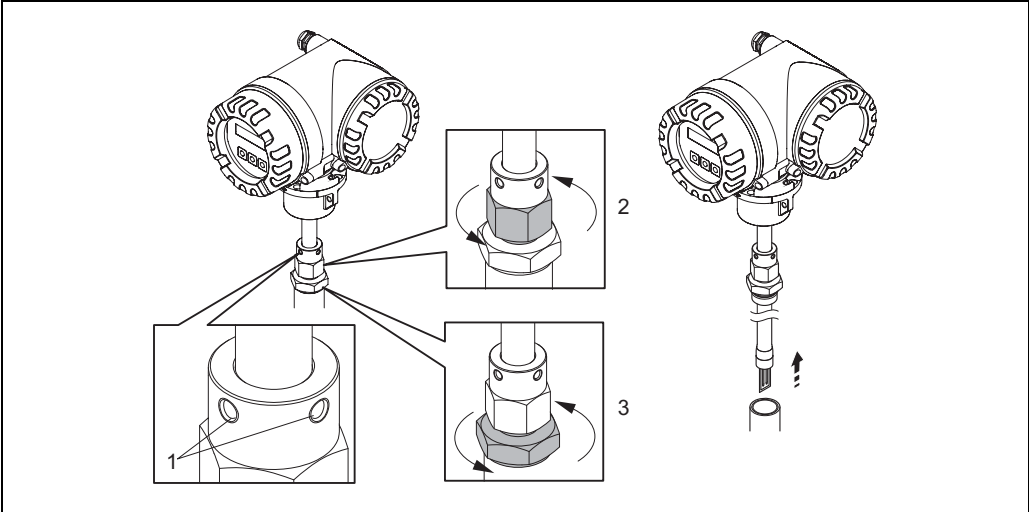

图 14: 拆除插入式传感器
- 安装焊接座时，需要考虑安装方向和前后直管段长度 → 图 14。